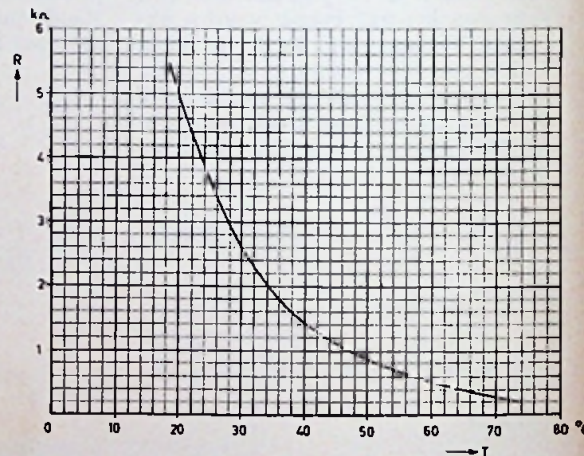

Fig. 1
- 3 Een NTC-weerstand bevindt zich in een ruimte waarin een constante temperatuur van 20°C heerst. De weerstand is in fig. 1 uitgezet als functie van de temperatuur. Het warmtecontact tussen de weerstand en zijn omgeving is zodanig dat per graad temperatuurverschil $1,2 \times 10^{-6}$ kcal/sec wordt uitgewisseld. Door de weerstand vloeit een constante stroom van 10 mA.